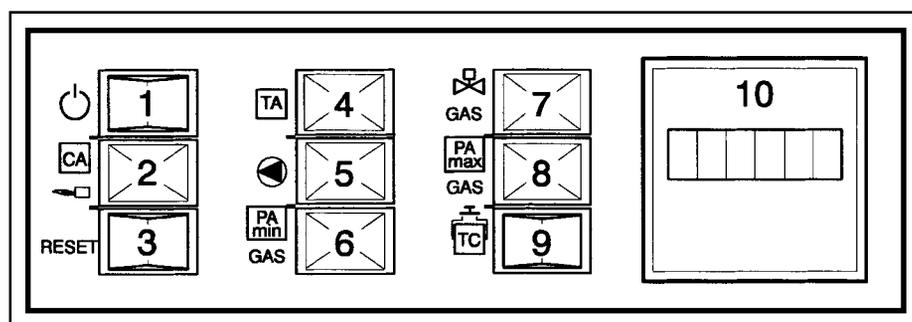

Рис.27. Панель управления
- d. Присоедините манометр к коллектору главной горелки, контрольная точка 10/4, и снова переключите электрические соединения от запорных клапанов системы защиты в передний электрический лоток. Переведите выключатель в положение “Включено” (ON), и в котле произойдет зажигание в последовательности, описанной выше в шаге а), причем главные горелки поджигаются вспомогательной горелкой с минимальной скоростью. Убедитесь в том, что зажигание главных горелок происходит гладко. Проверьте, что воздушная заслонка плавной регулировки открывается и скорость подачи газа возрастает до максимума. Убедитесь в том, что давление в главных горелках на максимуме соответствует тому, что указано в таблице 7, и отрегулируйте, если требуется. Проверьте все трубки и соединения по направлению движения газа, начиная от запорных клапанов системы защиты, для выявления утечек газа с помощью какой-либо подходящей жидкости, предназначенной для обнаружения утечек. Выключите котел, отсоедините манометр и загерметизируйте контрольную точку.
- e. Микроамперметр с пределами измерения от 0 до 50 мкА включите последовательно в цепь обнаружения пламени. При измерении ионизации главная горелка должна оставаться выключенной. Для того, чтобы добиться этого, отсоедините сетевой газовый клапан путем удаления электрической перемычки. Присоедините черный провод (-)(1) микроамперметра к разъему ионизирующего электрода (2) на котле (рис. 27). Присоедините красный провод (+)(3) микроамперметра к ионизирующему колпачку (4). При ионизации вспомогательной горелки показание должно быть не менее 5 мкА в течение 10 секунд, после чего горелка блокируется системой обнаружения пламени. Восстановите первоначальное состояние проводников, подключаемых к главному газовому клапану. Повторите операцию контроля, включив максимальный режим работы котла. Убедитесь в том, что показание микроамперметра составляет по меньшей мере 5 мкА после 10 секунд.